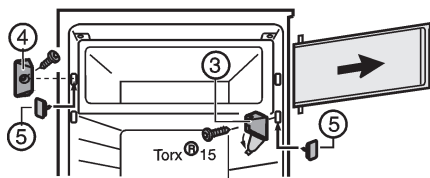

Fig. 2
- ▶ Afdekking aan lagerbus Fig. 2 (3) wegklappen.
- ▶ Lagerbus Fig. 2 (3) met de vriesvakdeur losschroeven.
- ▶ Sluitstuk Fig. 2 (4) losschroeven.
- ▶ De vrijgekomen gaten met de meegeleverde stoppen Fig. 2 (5) sluiten.